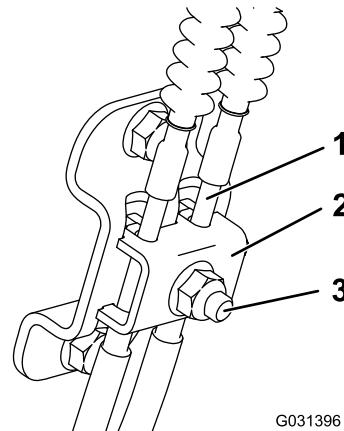

図 50
4. マシン左側にあるケーブルクランプのボルトをゆるめる図 50。